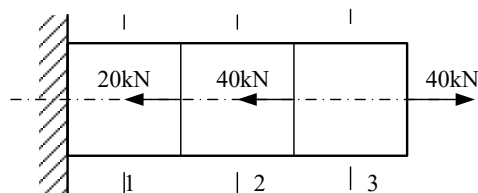

图 1
3、如图 1 所示，已知横截面面积为 $A = 400\text{mm}^2$ ，则 1-1 截面上的正应力为_____ MPa。(3%)